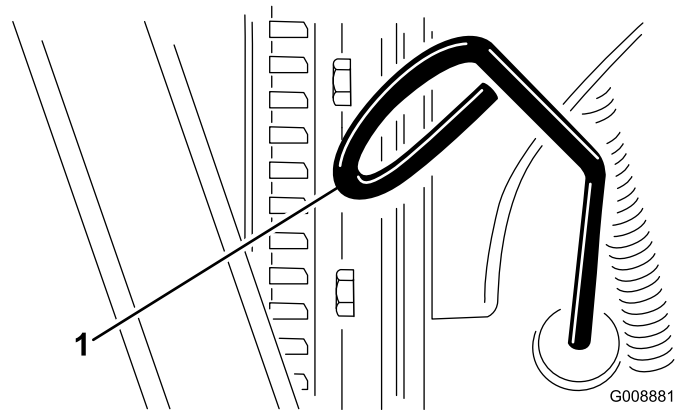

Figure 26
3. Retirez la jauge, essuyez-la sur un chiffon et remettez-la en place (Figure 26).